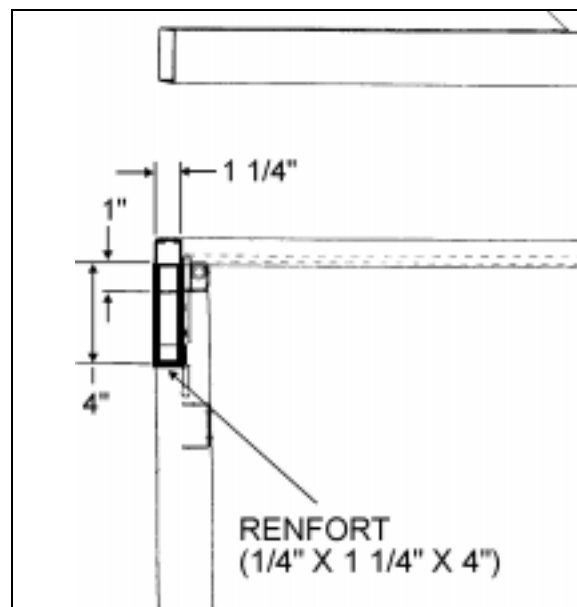

FIGURE 2: STRUCTURE
6. Souder le renfort sur le poteau (Fig. 2). Référez à Généralités pour le Soudage, au début ce Bulletin de Garantie.